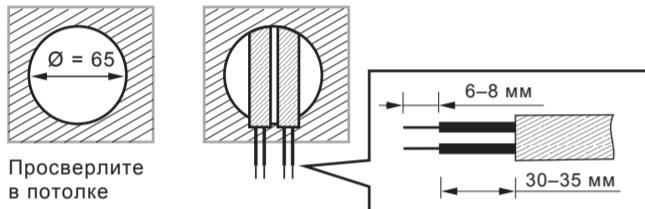

Рис. 10
4.4.2.1 Чтобы установить датчик, просверлите отверстие диаметром 65 мм в потолочной плате и держите кабель питания снаружи. Зачистите изоляцию кабеля на 6–8 мм для подключения (см. рис. 10).